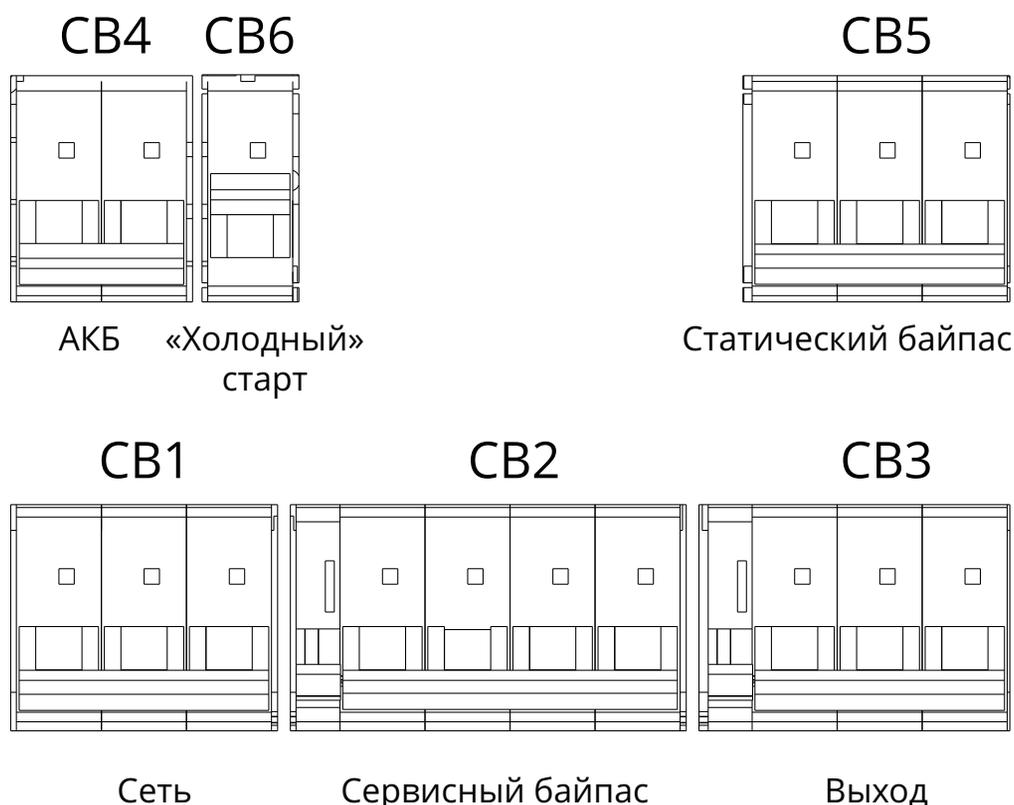

Рисунок 3.2. Автоматические выключатели
1. Убедиться, что нагрузка и сеть отключены, а все переключатели (см. рис. 3.2) на распределительном щите находятся в разомкнутом состоянии.
В стандартной комплектации ИБП оснащён четырьмя автоматическими выключателями, расположенными на задней панели шкафа (см. рис. 3.2). Они размыкают линии питающей сети, сервисного байпаса, выхода и цепи АКБ.